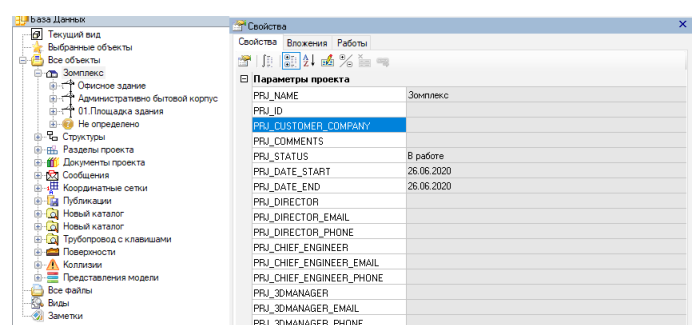

Рис. 6. Свойства проекта CADLib Модель и Архив
- **Project** – свойства главного узла иерархии проекта (рис. 6);